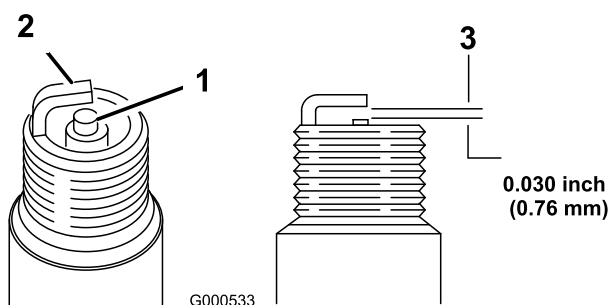

Figure 36
11. Réglez l'écartement des électrodes à 0,76 mm (0,030") (Figure 36).